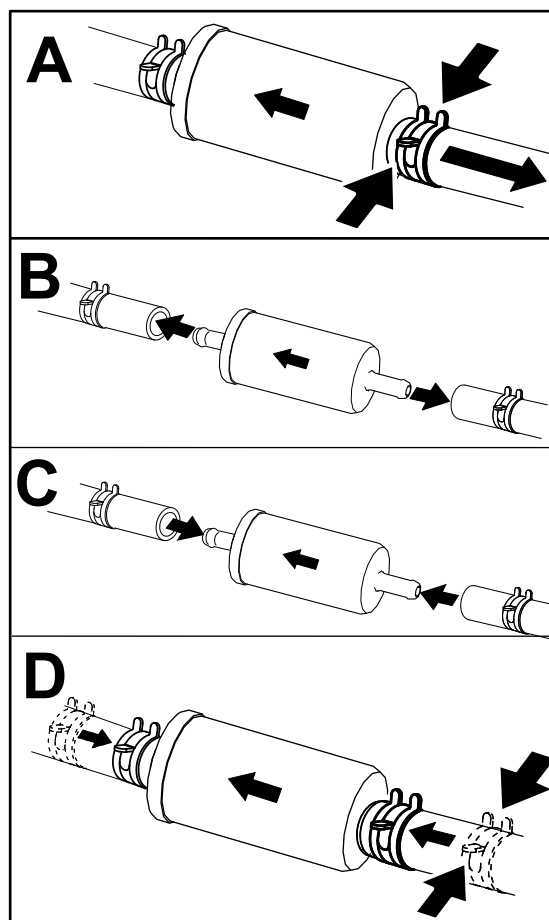

Figura 34
5. Coloque um recipiente limpo debaixo do filtro de combustível e substitua o filtro de combustível como se mostra na Figura 34.